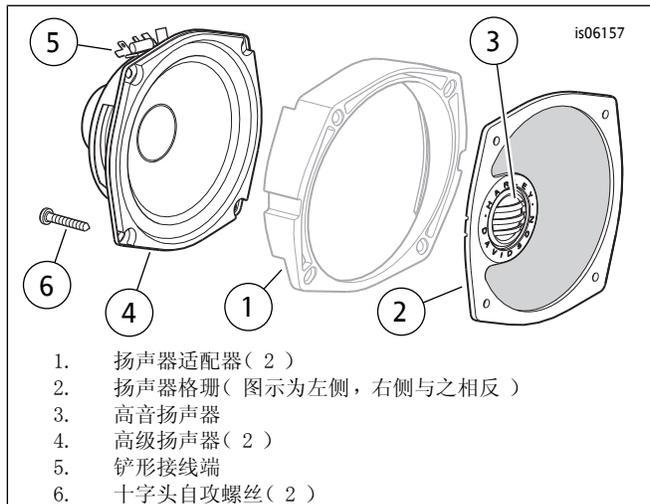

图1。Boom! 音频高性能Boom! Bagger扬声器
3. 遵循维修手册中的说明拔出前挡风板扬声器, 从内侧挡风板上拆下扬声器和适配器(参见图1, 项目1)。小心地从适配器上拉出扬声器。
1. 参见图1。按照所示的方式将正确的新扬声器格栅(2)靠在适配器面(1)上, 适配器的厚边朝上, 高音扬声器(3)处于车辆外侧。按照所示的方式将新扬声器(4)靠在适配器的后表面, 铲形接线端(5)朝上。
3. 对准扬声器上的安装孔、适配器和格栅。使用之前拆下的两个长TORX[®]螺丝通过两个顶部孔将所有三个部件固定到内侧挡风板。参见图1。使用套件中的新十字螺丝(6)，将挡风板支架卡在螺丝头下。不使用下部内侧孔。